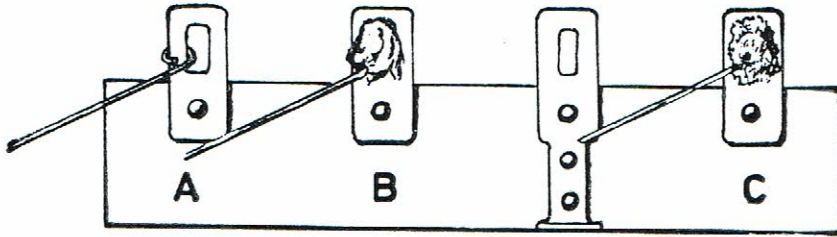

fig. 5
**Opération de soudage :** avant de procéder au soudage d'un élément, il y a lieu d'assurer un contact mécanique suffisant entre les deux éléments à souder par exemple entre un fil et une cosse. Pour ce faire, introduire le fil de connexion dans la cosse et replier l'extrémité à l'aide d'une pince (fig. 5 A)
Une bonne soudure présente un aspect brillant et lisse (fig. 5 B)
Une soudure faite avec un fer trop froid, ou lorsque le fil a bougé pendant le durcissement est graineuse et mate (fig. 5 C) et doit être recommencée.